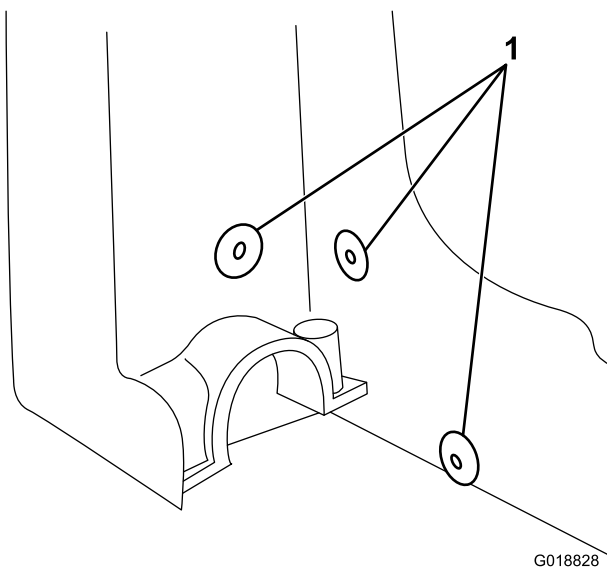

Figur 2
7. Kläm vänster ände på förstärkningsstången till flaket nära det främre hörnet (Figur 2).